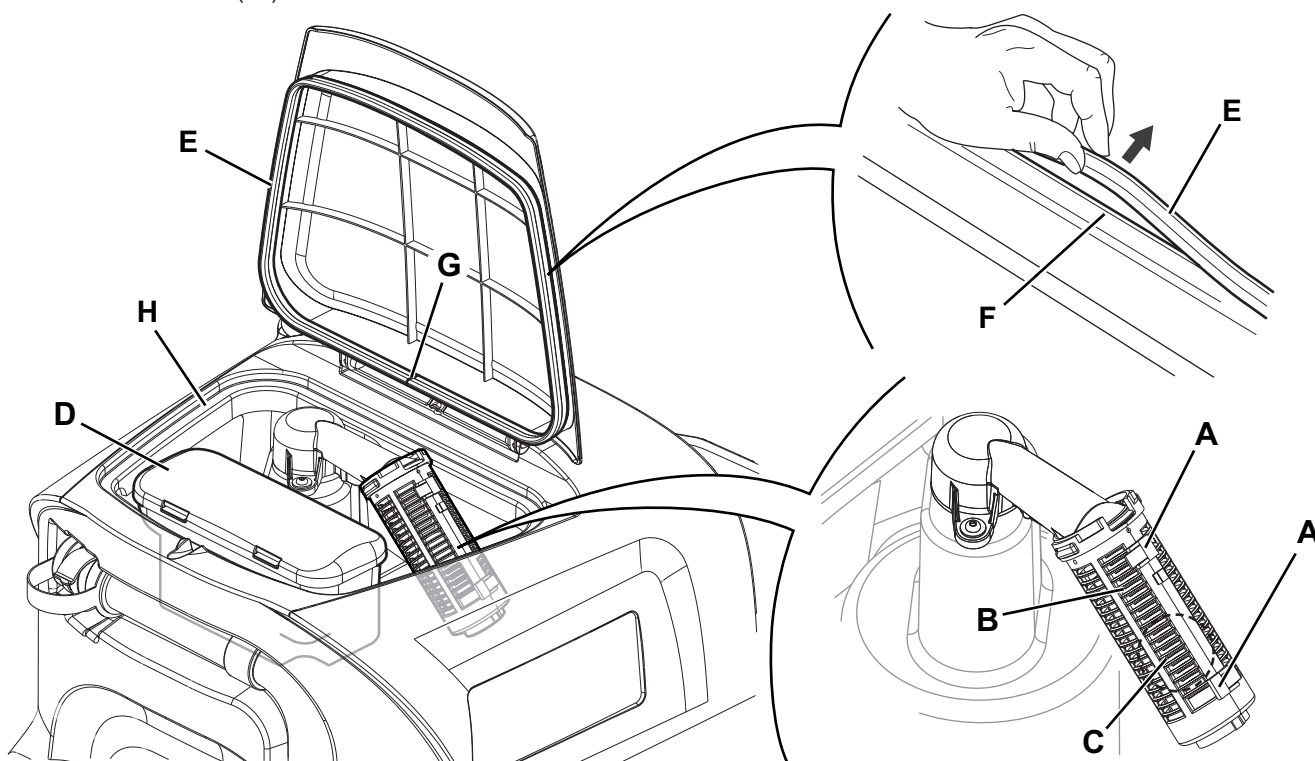

Figure 11
2. S'assurer que la machine est éteinte avec la clé opérateur (41) retirée.
3. Ouvrir le couvercle (18).
4. Nettoyer et laver avec de l'eau propre l'intérieur du réservoir (17) et du couvercle.
5. Vider l'eau du réservoir avec le tuyau (26).
6. Nettoyer la grille d'aspiration (28), dégager les dispositifs de retenue (A, Fig. 11), ouvrir la grille (B), récupérer le flotteur (C) et nettoyer soigneusement ; enfin reposer en place.
7. Démonter le bac de récupération des débris (D) et ouvrir son couvercle, puis nettoyer soigneusement et ré-installer le tuyau d'aspiration.
8. Contrôler l'intégrité du joint d'étanchéité (E) du couvercle du réservoir.